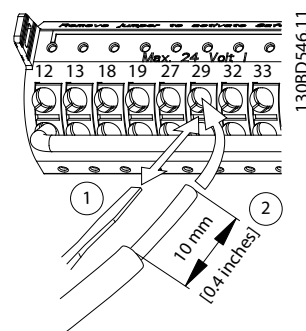

Ilustración 5.20 Conexión de los cables de control flexibles
- Si el cable es flexible, abra el contacto introduciendo un pequeño destornillador en la ranura situada entre los orificios del terminal y presione el destornillador hacia dentro. Consulte la *Ilustración 5.20*. A continuación, para introducir el cable pelado en el contacto, retire el destornillador.